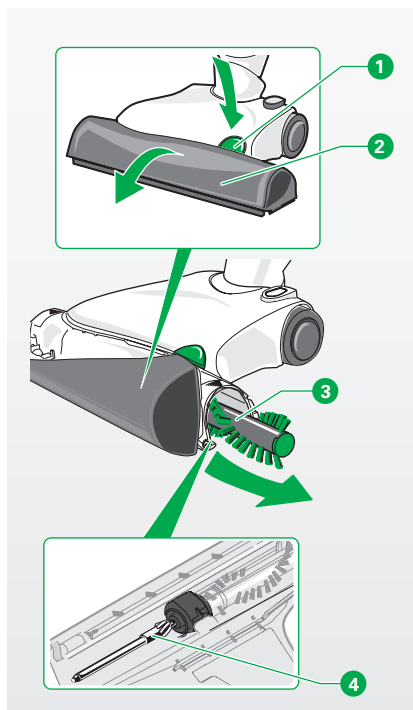

Fig. 4.9 Sfilare le spazzole cilindriche
- Controllate di quando in quando che le spazzole nere siano ancora più lunghe di quelle gialle (2, fig. 4.9).